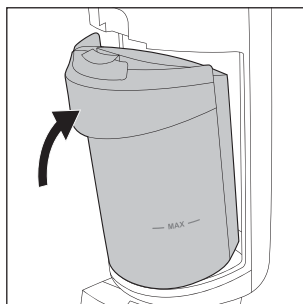

Rys. 28
- ♦ Po wyschnięciu wszystkich elementów włóż filtr zanieczyszczeń **10** ponownie do pokrywy zbiornika na brudną wodę **9** (patrz rys. 28).